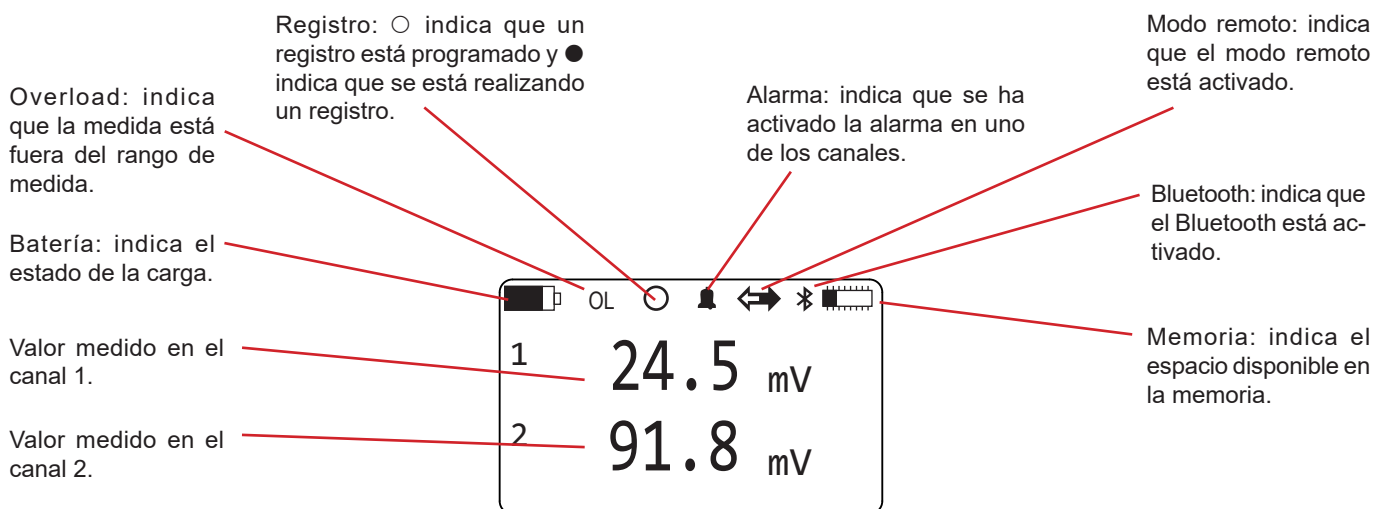

Figura 7
- Encienda el instrumento pulsando la tecla encender/apagar  y manteniéndola pulsada hasta que el display indique **Encender**. La pantalla **Datos de medidas** (véase Figura 7) aparece.
Desde la pantalla **Datos de medidas** (véase Figura 7), pulse 2 veces  $\blacktriangleright$ .